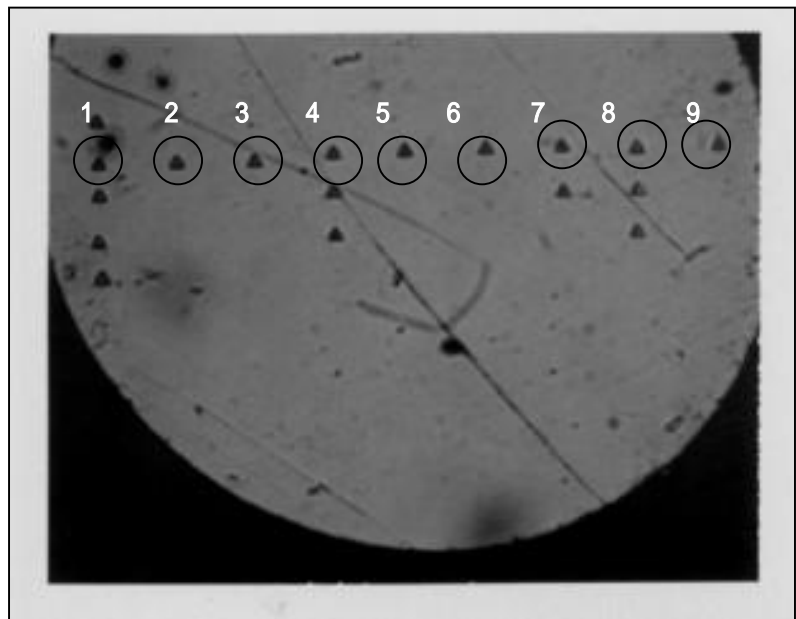

図6 圧痕の写真
- 4) 試験した測定番号1～9の圧痕の写真を図6に示します。